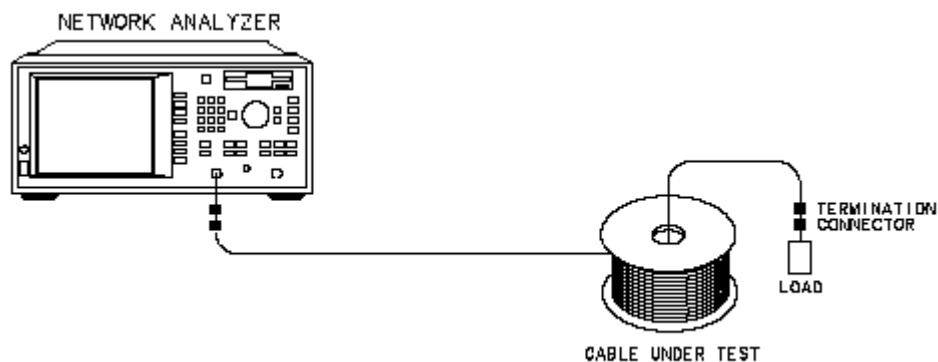

Figura 2-7. Configuración para Medida de Impedancia Z_o y SWR
4. Conectamos el cable RG- 58 de 13.5 m en el puerto RF OUT, y una carga de 50Ω (la del kit de Calibración preferiblemente) en el extremo del cable como muestra la Figura 2-7.